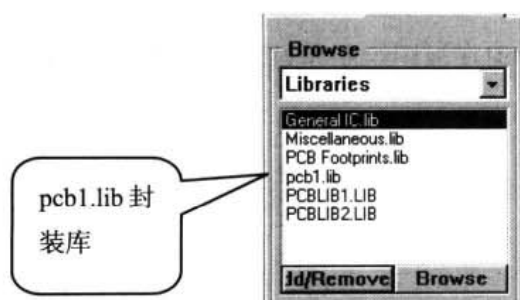
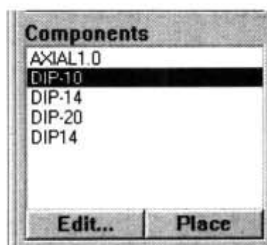
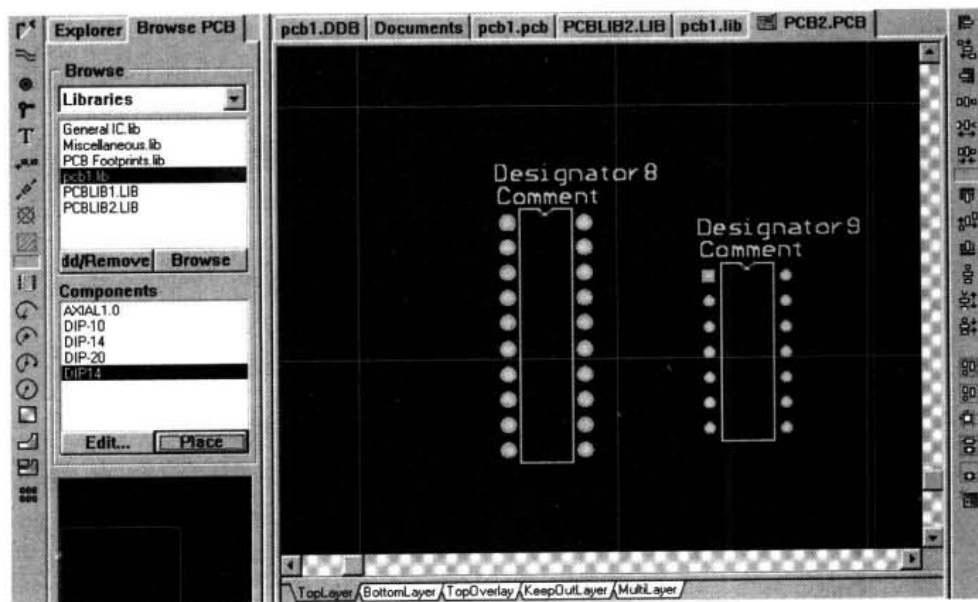

图 17-25 元件库编辑管理器对话框
图 17-26 PCB1.LIB 所有封装
图 17-27 从 PCB1 封装库中放置元件
- (3) 选择 17-2-1 节中生成的元件库 pcb1.lib，单击 Add 按钮，将元件库添加到编辑管理器中，编辑管理器内元件库的内容即发生改变，如图 17-25 所示。
- (4) 在图 17-25 中，单击 pcb1.lib，则 PCB1 封装库中所有封装就在图 17-26 中显示出来。在图 17-26 中，双击选中的元件，或者选中元件后，再单击 Place 按钮，就可以将元件放置到 PCB 电路图中，如图 17-27 所示。